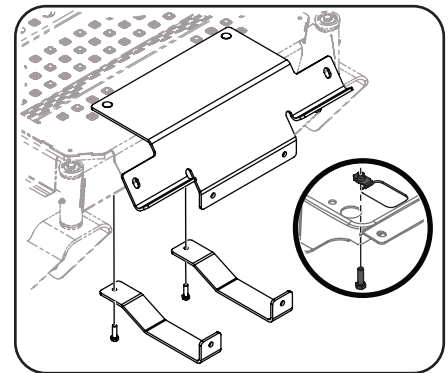

Figure 4-20
4. Fixez les supports inférieurs au châssis de l'appareil avec 2 boulons (710-0643). Ne serrez pas les boulons. Voir Figure 4-20.